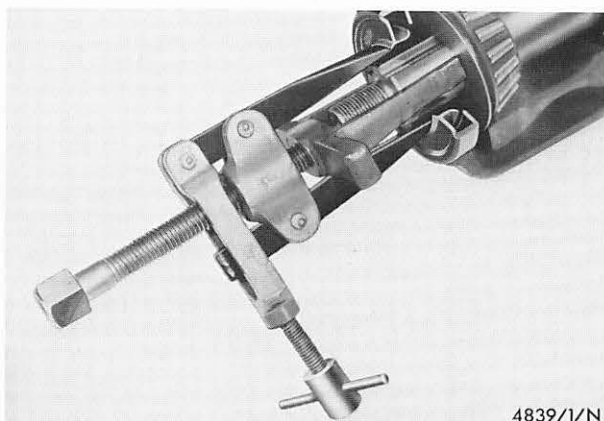

Abb. 101 Radialdichtung mit Werkzeug 15-048 herausziehen
6. Achsgehäuse im Bereich des Radialdichtringes säubern und Dichtring mit Spezialauszieher 15-048 ausbauen: Nach Herausdrehen der mittleren Spindel Abzieher zwischen Antriebskegelrad und Dichtring bis zum Kegelrollenlager schieben, damit die Krallen der seitlich schwenkbaren Arme unter den Radialdichtring fassen können. Dann die seitliche Spannschraube hineindrehen, bis die Arme fest am Dichtring anliegen. Dichtring durch Hereindrehen der mittleren Spindel herausziehen. Abb. 101.